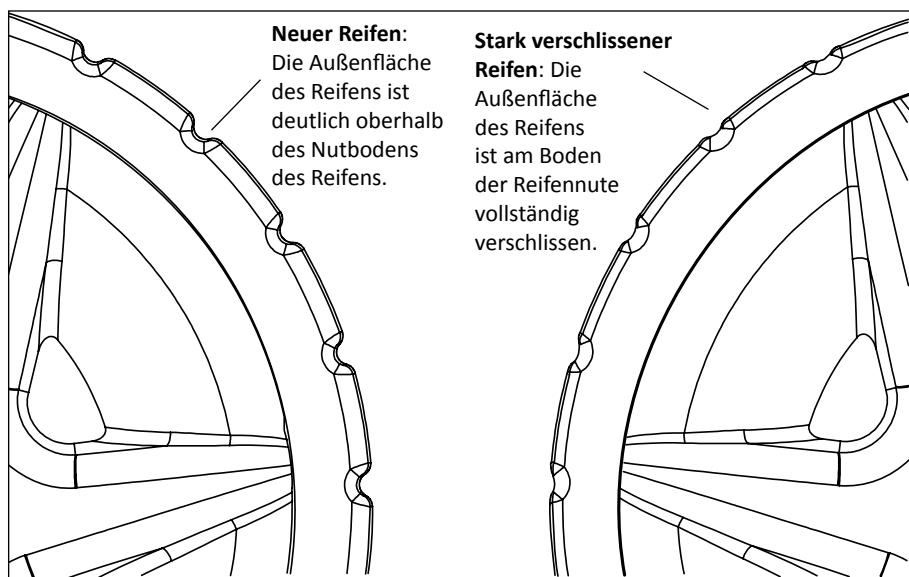

Abbildung 14: Reifenverschleiß - Vergleich
- Die Reifen sind nicht stark verschlissen. Siehe **Abbildung 14** auf der nächsten Seite.
Nach längerer Verwendung müssen die Gummiräder des selbstansaugenden LIL REBEL®-Poolreinigers möglicherweise ausgetauscht werden. Wenn die Reifen bis auf die Nute abgerieben sind, müssen die Reifen ausgetauscht werden. Siehe Abbildung 14.